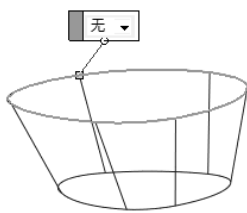
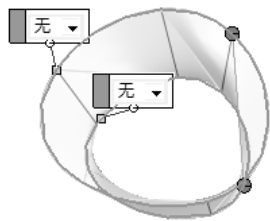

图 14-261 选取的曲线 1
图 14-262 选取的曲线 2
选择菜单栏中的“插入”→“曲面”→“边界曲面”命令，系统弹出“边界-曲面”属性管理器，单击“方向 1 (1)”选项组下的选项框，然后选择如图 14-261 所示的曲线，显示一个方向的边界曲面预览；选择另外一条曲线，生成边界曲面预览，如图 14-262 所示。